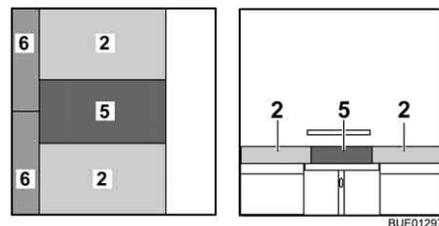

Fig. 114 Après la transformation
- Placer le coussin supplémentaire (Fig. 114,5) entre les coussins d'assise sur la table.
- Placer les coussins supplémentaires (Fig. 114,6) entre les coussins d'assise et la cloison.